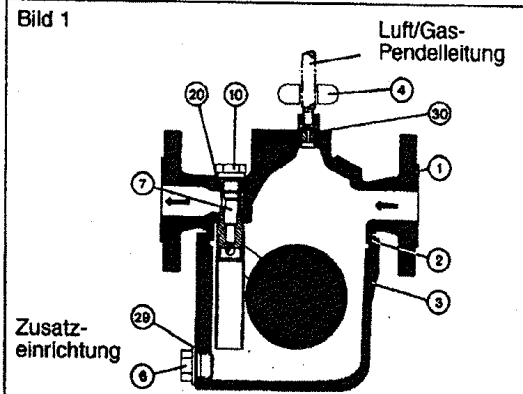

Bild 1
Der Ableiter hängt mit dem Gehäuse (3) nach unten mittig in der Rohrleitung (siehe Bild 1 bis 9). Zum Ausbau der Schwimmersteuerung kann das Gehäuseoberteil (1) in der Rohrleitung verbleiben.
- Einbaulage gemäß Bild 1 bis 9 oder Abs. 3.1